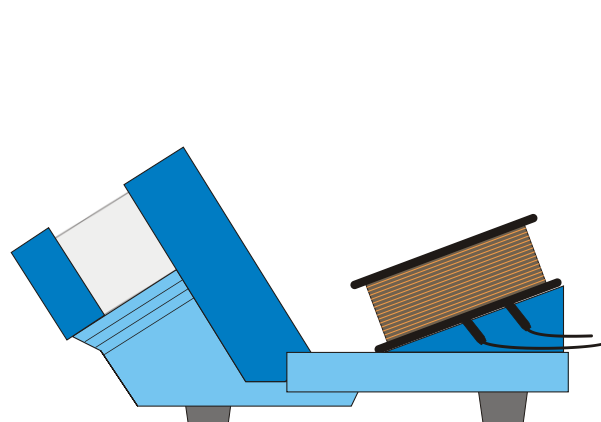

Fig. 3b Montage de la bobine supplémentaire
- Câbler la bobine avec du câble d'expérimentation (voir fig. 3b).